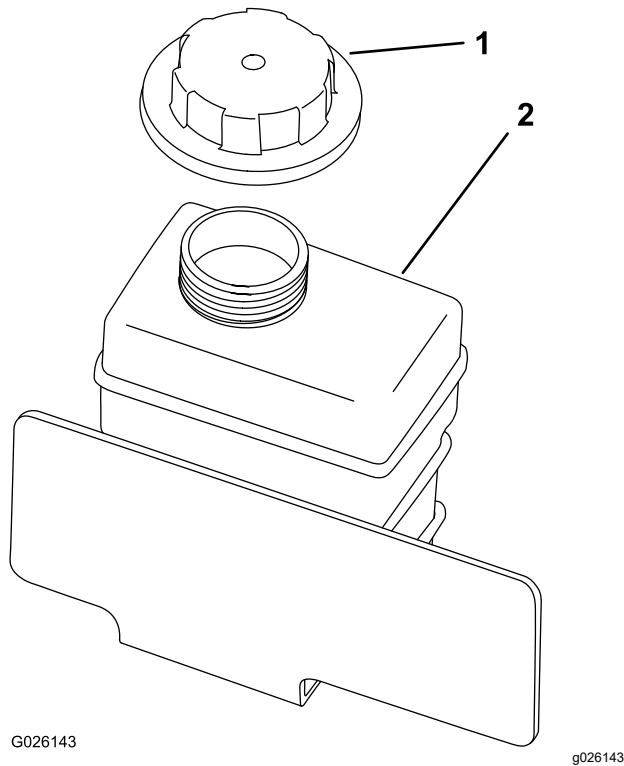

Figura 51
4. Verificați nivelul lichidului de răcire în interiorul rezervorului (Figura 51).